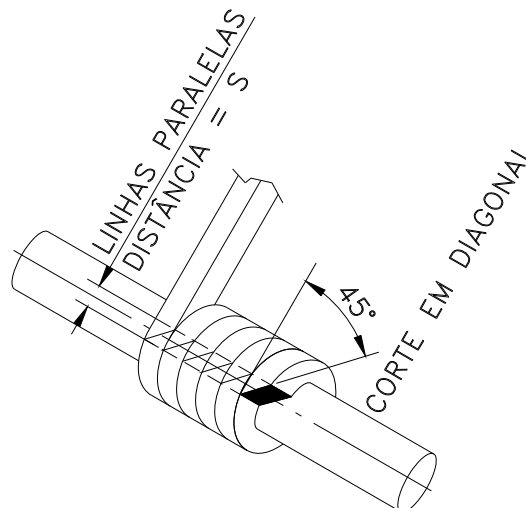

Figura 4 – Haste de Madeira (Mesmo Diâmetro da Haste Original da Válvula)
**Quarto passo - Corte correto dos anéis da gaxeta (vide figura 4):**